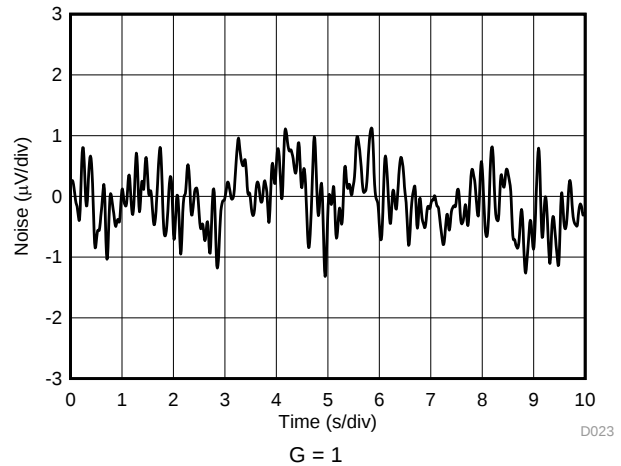

图 24. 0.1-Hz to 10-Hz RTI Voltage Noise
0.1-Hz to 10-Hz RTI Voltage Noise $G = 1$	图 24